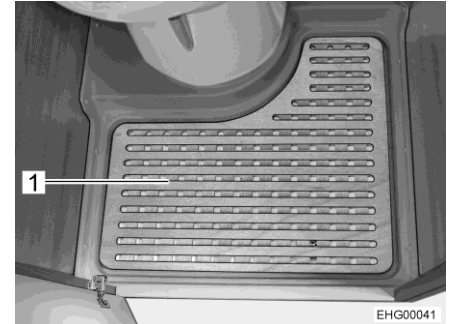

Fig. 125 Placa del fondo de quita y pon
- Quitar la placa del fondo de quita y pon (Fig. 125,1) para ducharse.